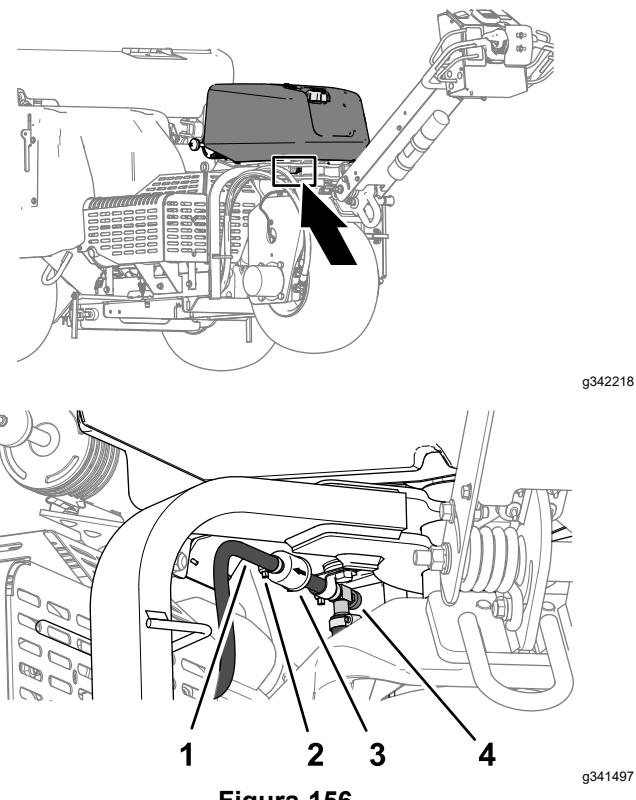

Figura 156
2. Cierre la válvula de cierre del combustible (Figura 156).